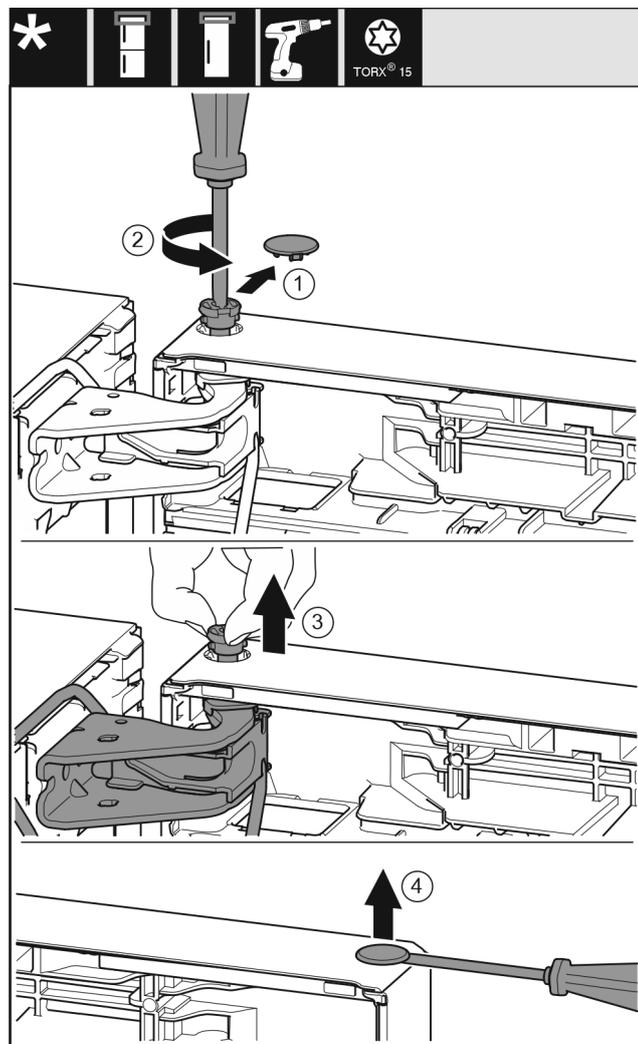

Fig. 20
- ▶ Retire la cubierta del seguro con cuidado. Fig. 20 (1)
- ▶ Desenrosque un poco el perno con el destornillador T15. Fig. 20 (2)
- ▶ Sujete la puerta y extraiga el perno con los dedos. Fig. 20 (3)
- ▶ Levante cuidadosamente el tapón del casquillo de cojinete de la puerta con un destornillador para tornillos de cabeza ranurada y extráigalo. Fig. 20 (4)